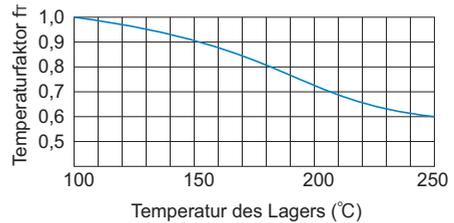

Abb. 1 Temperaturfaktor (f_T)
- f_T** : Temperaturfaktor (siehe Abb. 1)